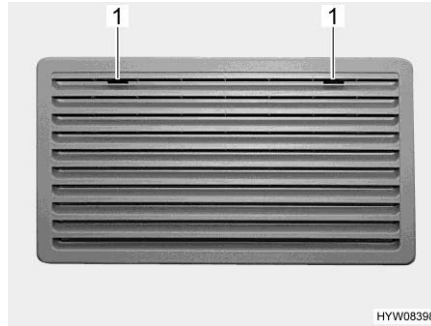
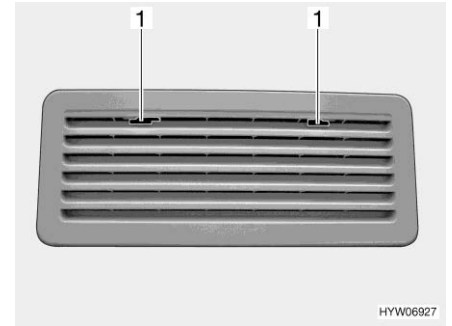

Fig. 252 Grille d'aération du réfrigérateur (Thetford, grande)
Fig. 253 Grille d'aération du réfrigérateur (Thetford petit)
- Pousser le dispositif de blocage (Fig. 252,1 ou Fig. 253,1) vers le milieu.